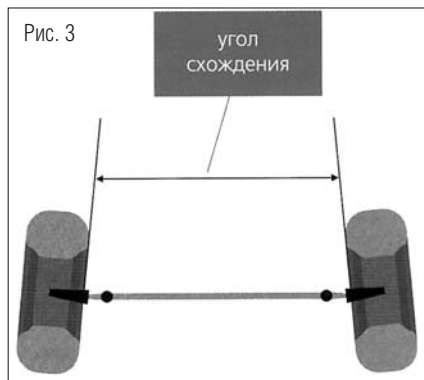

Рис. 3
4. Угол схождения (см. рис. 3) – это угол в горизонтальной плоскости между плоскостями качения колес одной оси или между плоскостью качения любого колеса и продольной плоскостью симметрии автомобиля.